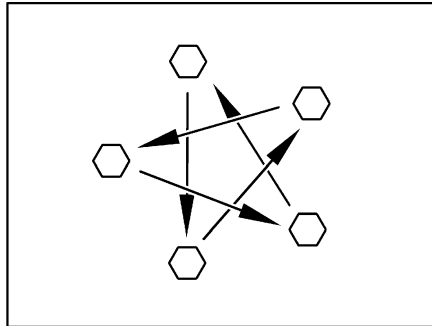

Fig. 185 Apretar las tuercas o los tornillos de las ruedas en forma de cruz
- Comprobar periódicamente que las tuercas o tornillos de las ruedas estén firmemente apretados. Reajustar en forma de cruz (Fig. 185) las tuercas o tornillos después de cambiar una rueda, al cabo de 50 km. Par de apriete, véase apartado 14.5.2.
- ▷ Apretar en forma de cruz las tuercas o los tornillos de las ruedas (Fig. 185).